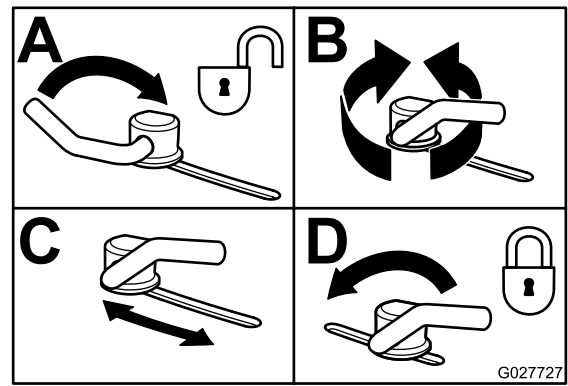

Figura 29
- Para ajustar los bloques de leva, levante la palanca para aflojar el bloqueo de leva (Figura 29).
- Devuelva la palanca a su posición original para apretar el deflector y los bloques de leva (Figura 29).